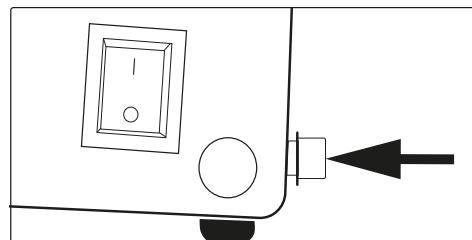

Рис. 3
- Подключите шланг подачи газа к штуцеру на тепловой газовой пушке, прежде удалив заглушку (рис. 3).